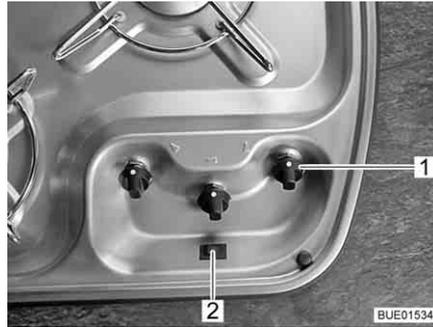

Fig. 217 Elementi di comando del fornello a gas
- Ruotare il pomello girevole (Fig. 217,1) dell'impianto a fiamma libera desiderato in posizione accesa (fiamma alta).
- Premere il pulsante per l'accensione (Fig. 217,2). Sul bruciatore vengono prodotte scintille.